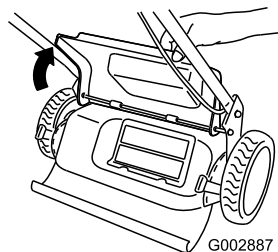

Figure 25
1. Levante y sujete la puerta trasera (Figure 25).